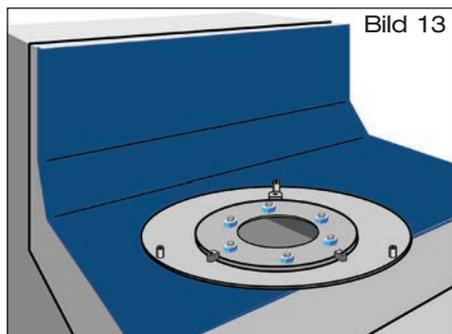
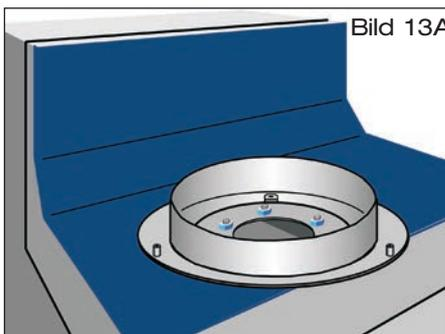

Bild 13
Bild 13A
- 2.5 Bodenplatte auf Dachdichtungsbahn aufsetzen. Dachdichtungsbahn mit Bodenplatte, Losflansch und beiliegenden Schrauben verklemmen (Bild 13). Bei Notablauf Wehrbecken auf Bodenplatte aufsetzen (Bild 13A). Beiliegende Schrauben mit Steck- oder Ringschlüssel SW 19 gegenüberliegend anziehen. Anzieh-Drehmoment: 20 Nm. Überstände der Abdichtungslage in den Einlaufbereich sind zu entfernen. **Nach der Fachregel für Abdichtungen (Flachdachrichtlinie Ausgabe Dezember 2016) müssen die Muttern der Flanschverbindungen 3x angezogen werden. Das letzte Nachziehen sollte frühestens nach 24 Stunden erfolgen.**